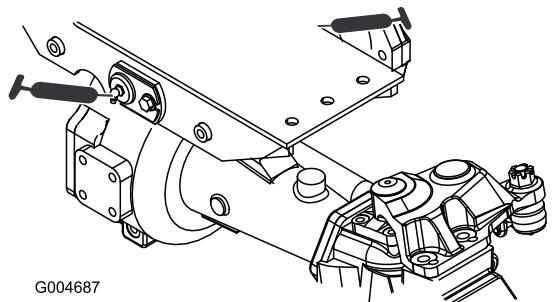

Рисунок 75
- Втулки шарниров переднего и заднего моста (2 шт.) (Рисунок 75)